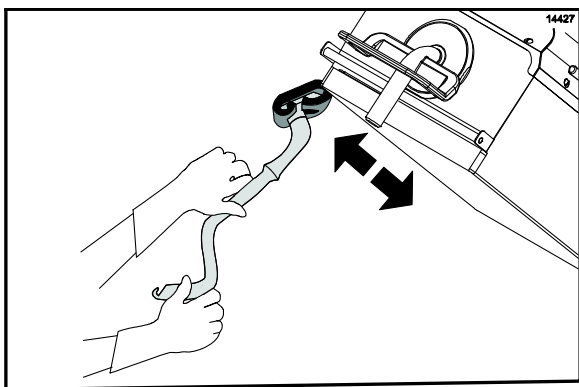

Abbildung 99
26. Die Außenkanten der rechten und linken oberen Grillplatte abschrubben. (Siehe Abbildung 99.)